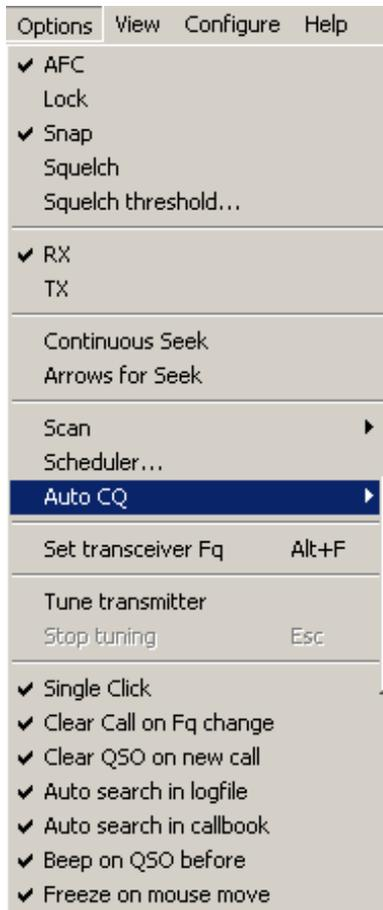

Рис.4
**Меню - «Options» (Опции) (рис.4)**